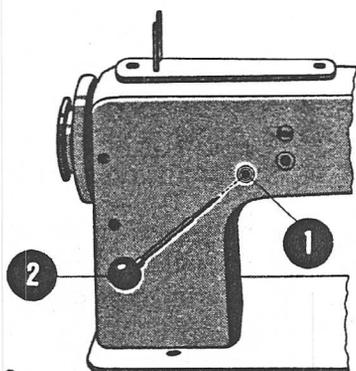

Abb. 3
Zu 1: Zum Einstellen der Maschine ist eine absolut gerade Nadel Syst. 287 WH Nr. 90 zu verwenden. Zunächst ist die Nadel auf die Mitte des Stichloches einzustellen. Es erfolgt dies dadurch, dass zunächst die Stichbreitenkulisse auf die Mitte der Kulissenachse eingestellt wird. (Siehe Abb. 3 und 4). Die Kulissenwelle ist als Hohlwelle (1) ausgebildet. Von der Rückseite der Maschine kann durch die Bohrung der Welle der Kulissenzentrierbolzen (2) - Einstellwerkzeug N 32-NU-2 - geschoben werden. Der Zentrierbolzen (2) ist vorne kegelig angespitzt, so dass er beim Einschieben in die Kulissenwelle die Bohrung des Auges der Verbindungsglasche (3) für die Links-Mitte-Rechts-Einstellung, das in der Kulisse eingehängt ist, trifft.